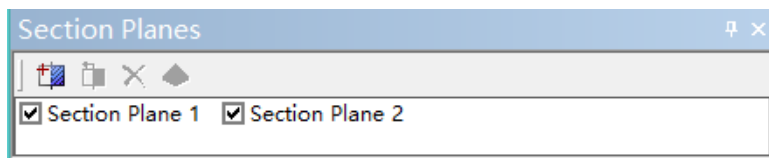

图 5-11 剖切平面窗口
(5) 注释窗口 (Graphics Annotation Window) 当在标准工具栏中单击 “User Defined Graphics Annotation” 按钮时, 该窗口即会出现。可以通过该窗口来实现注释输入等操作。
(6) 剖切平面窗口 (Section Planes Window) 该窗口位于主界面左下方, 外形如图 5-11 所示, 提供了剖切平面操作。